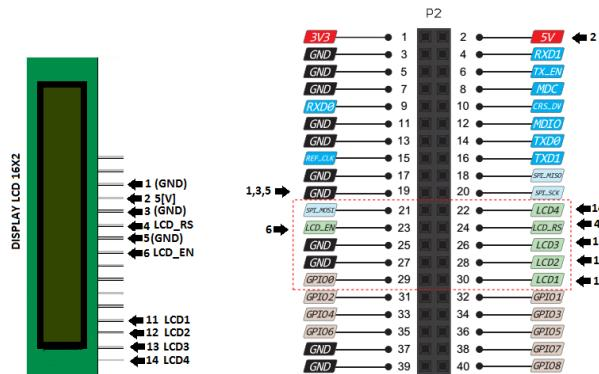

Figura 38: Diagrama esquematico de conexión display LCD 16x2
- **Paso 3:** Sobre la Figura 38 se ilustra el diagrama esquemático para el conexionado del Display sobre la placa.